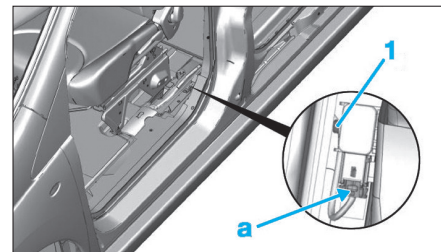

Fig. 21
• Débrancher le connecteur (a) et déposer la vis (1) (Fig.21).
- la garniture inférieure (5) de pied milieu,
- l'enrouleur (6).